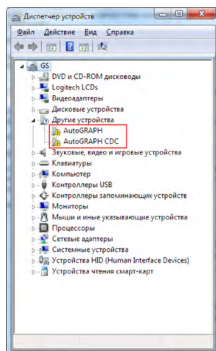

Рис.1.
2. Подключите контроллер АвтоГРАФ-GSM с ПК, используя интерфейсный кабель USB AM – USB miniB 5 pin. Система автоматически найдет новое оборудование (Рис.1). Для работы контроллера с сервисно-диагностическими, диспетчерскими и конфигурационными программами необходимо установить драйверы устройств AutoGRAPH и AutoGRAPH CDC.